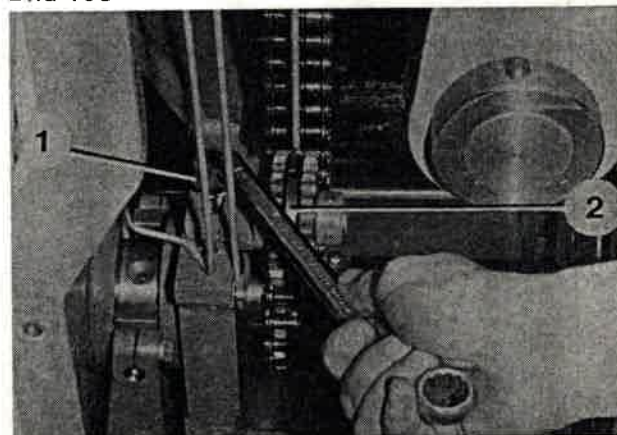

Bild 109
3. Zum Nachspannen der Kette Befestigung (Bild 109/1) lösen. Spannrad (Bild 109/2) entsprechend versetzen und wieder festziehen.